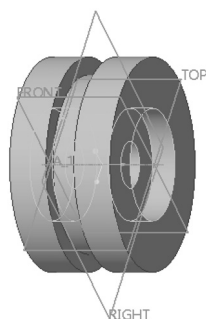

图 4-38 旋转切除的模型效果
5) 接受默认的旋转角度“360°”, 接着单击“旋转”选项卡中的 (完成) 按钮, 旋转切除的模型效果如图 4-38 所示。